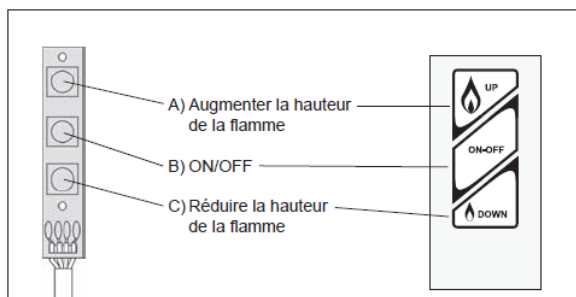

Figure 23: Panneau de commande et commutateur mural/pavé de touches
- Appuyer sur le bouton B (voir la figure 23) jusqu'à ce qu'un bip court confirme que la séquence de démarrage a commencé; relâcher le bouton.
- Appuyer et maintenir enfoncé le bouton C (voir la figure 23) pour mettre l'installation en flamme de veilleuse.
- Appuyer sur le bouton B (voir figure 23).
(Voir figure 23)